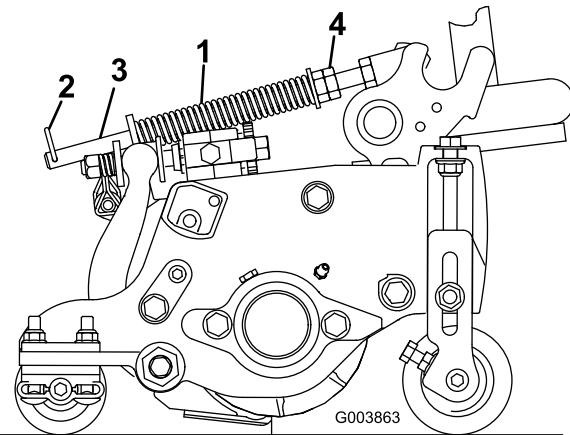

Bild 21
2. Ziehen Sie die Sechskantmuttern vorne an der Federstange an, bis die komprimierte Länge der Feder 15,9 cm beträgt (Bild 21).
1. Stellen Sie sicher, dass der Lastösenbolzen in das hintere Loch in der Federstange eingesetzt ist (Bild 21).